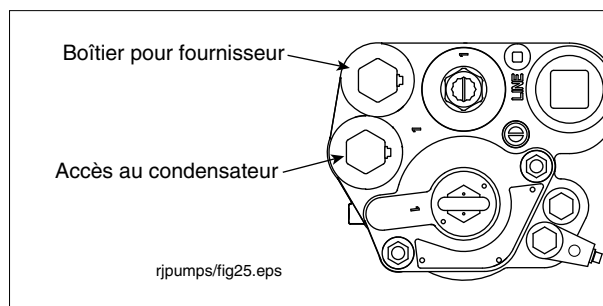

Figure 48. Localisation du boîtier pour fournisseur et du compartiment du condensateur
1. Retirez le couvercle d'accès au condensateur (voir la Figure 48).
1. Retirez le couvercle du boîtier pour fournisseur (Figure 48 on page 56). Retirez le joint torique du couvercle et mettez-le au rebut. Déposez le couvercle.